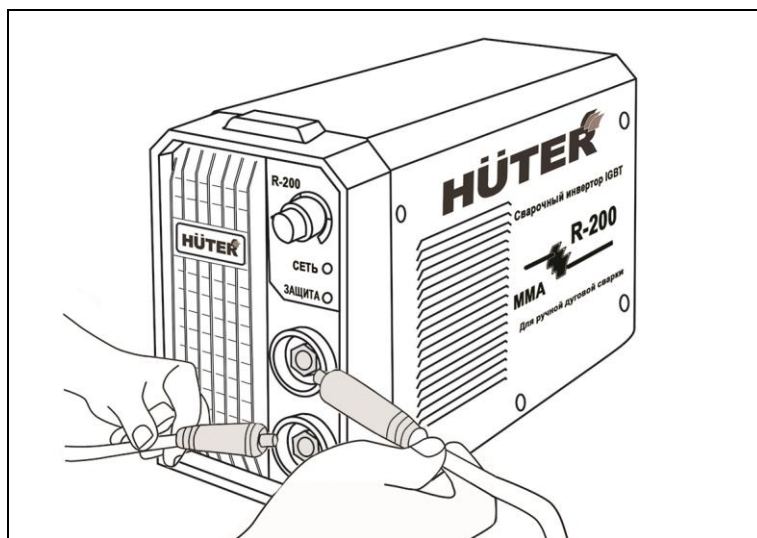

Рис. 3. Подключение кабелей
- При завершении шва отведите электрод немного назад, чтобы заполнилась сварочная ванна, а затем переместите электрод на верхний край сварочной ванны и быстро отведите от кратера (Рис 4 (рис.3)).